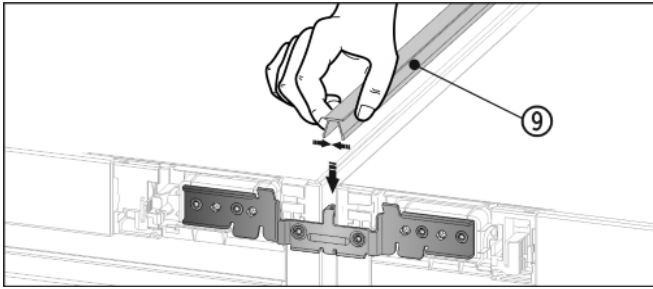

Fig. 13
- ▶ Paina yläpuolelta lyhyt suojalista Fig. 13 (9) vaakasuoraan rakoon.